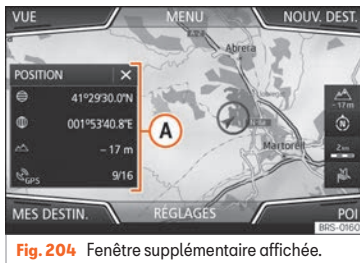

Fig. 204 Fenêtre supplémentaire affichée.
Les informations détaillées ci-dessous peuvent apparaître dans la fenêtre supplémentaire »» **fig. 204 (A)** :